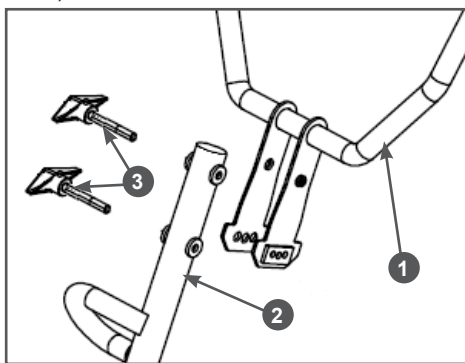

Рис. 4 Установка рабочих рукояток
5. Установите рабочие рукоятки 1 на стойку 2 (Рис. 4). Совместите отверстия в рукоятках и стойке, вставьте болты 3 и закрутите их до упора (Рис. 4).